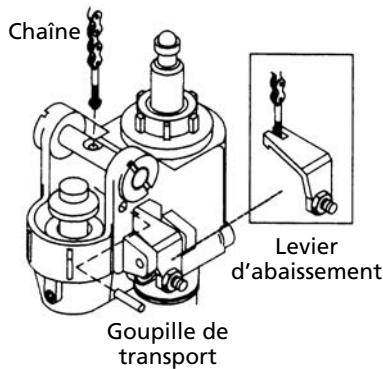

Figure 5 – Levier d'abaissement
4. Enfiler la chaîne (fournie avec le manche) dans le trou de l'axe du manche. L'accrocher au levier d'abaissement (voir Figure 5).